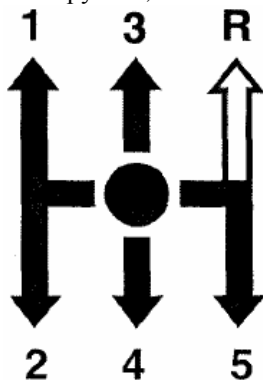

Рис. 4. Схема переключения передач.
36. – **рычаг переключения передач.** Может занимать семь положений, соответствующих пяти передачам для движения вперед, заднему ходу, и нейтральное положение (рис. 4). Для включения пятой передачи следует рычаг перевести вправо до отказа, преодолев усилие пружины, а затем назад. Для включения заднего хода необходимо полностью остановиться, а затем рычаг перевести вправо до отказа, преодолев усилие пружины, нажать вниз, после чего переместить вперед;
52. – **рычаг переключения передач** (см. рис. 4);